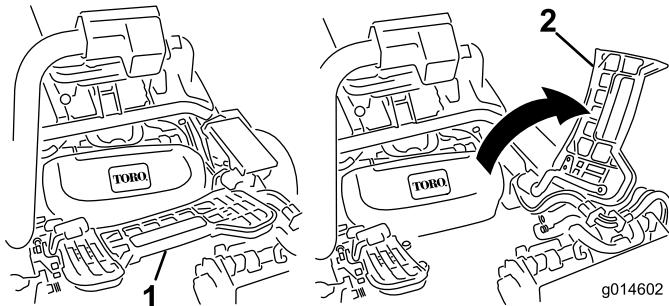

Figura 11
- 3. Per installare l'apparato di taglio centrale, sollevate il poggiapiedi e ruotatelo, per consentire l'accesso alla posizione dell'apparato di taglio centrale (Figura 11).